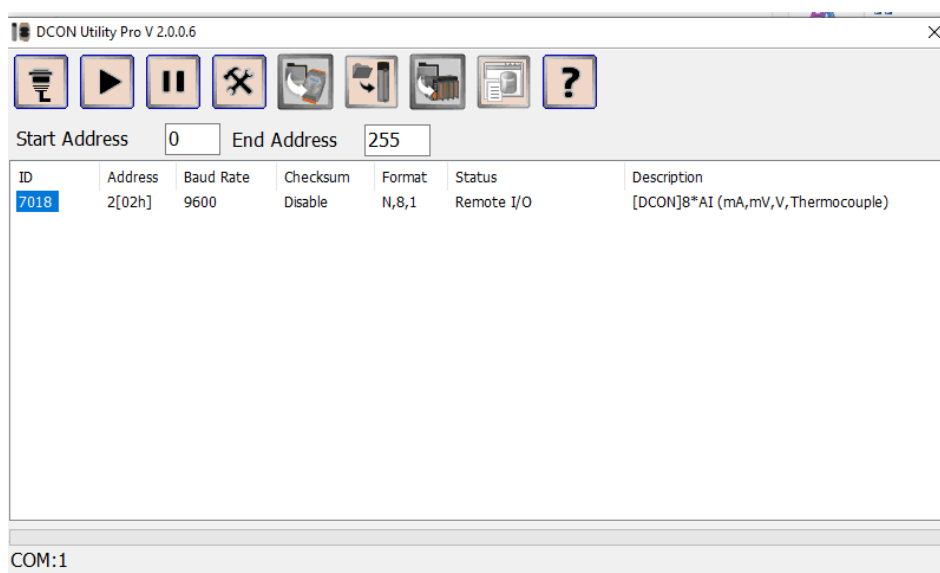

Рис. 4.1. Вікно програми DCON Utility Pro V2.0.0.6
Після запуску програми з'явиться Робоче вікно пакету DCON Utility Pro V2.0.0.6 наведене на рис. 4.1.
4.2.3.1. Обрати мишею кнопку  (див. рис. 4.1), після чого у вікні, що відкривалося, встановити параметри:
«STOP», після чого у вікні програми DCON Utility Pro V2.0.0.6 (рис. 4.1) має з'явитись рядок з назвою модуля та його параметрами.